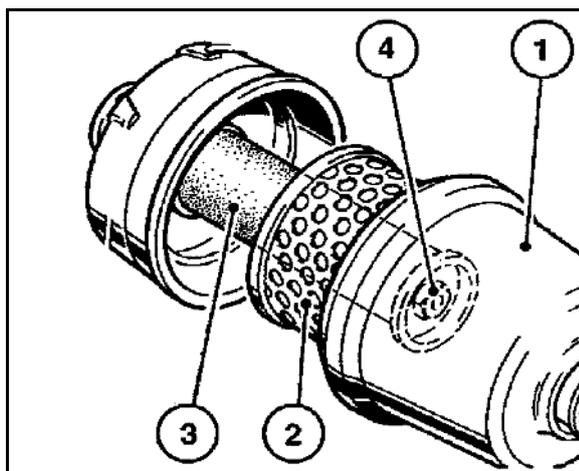

Fig. 168
1. Plasser oppsamlingskaret under stengeskruen (Fig. 168/1).